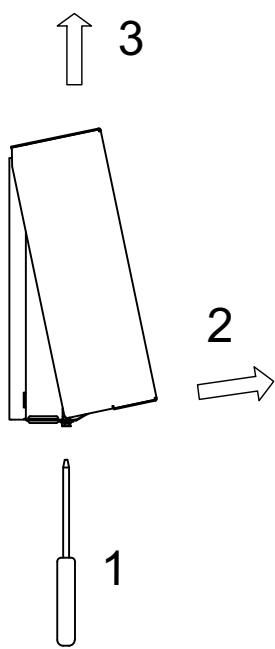

Abb. 3.2:Abdeckung öffnen
- Abdeckung Regler öffnen (Abb. 3.2 auf S. 3)